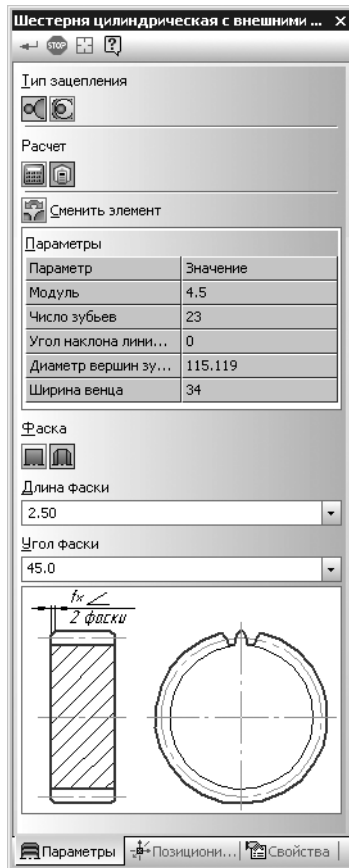

Рис. 11.15.
1. Раскройте на панели свойств **Шестерня цилиндрическая с внешними зубьями** вкладку **Параметры** (рис. 11.15). На ней содержатся элементы управления, названия которых приведены в таблице 11.11.